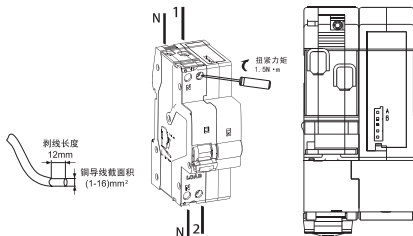

图6接线方式及剥线长度
9.4 适用于铜导线连接，导线选择见表 7，接线方式及剥线长度示意见图 6。